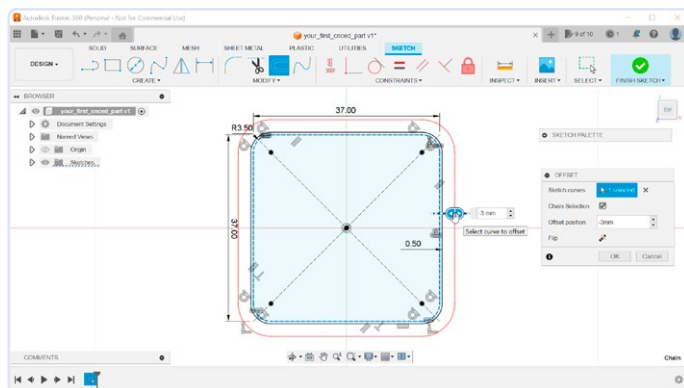

Figure 6. Définition de l'épaisseur des parois.
- Un autre offset est nécessaire pour construire les parois de notre boîtier (figure 6). Répétez l'étape à nouveau, mais en entrant un offset de -3 mm. Ceci créera plus tard des parois de 2,5 mm d'épaisseur.